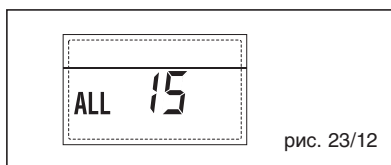

рис. 23/12
**– НЕПОЛАДКА ВНЕШНЕГО ДАТЧИКА “МИГАЛКА” (рис. 23/13)**